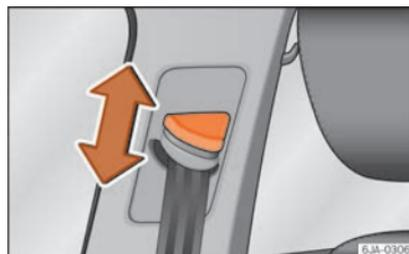

Fig. 81 Ubicación del regulador de la altura del cinturón.
- Presione el dispositivo de reenvío en la zona superior y manténgalo en esta posición »» **fig. 81.**